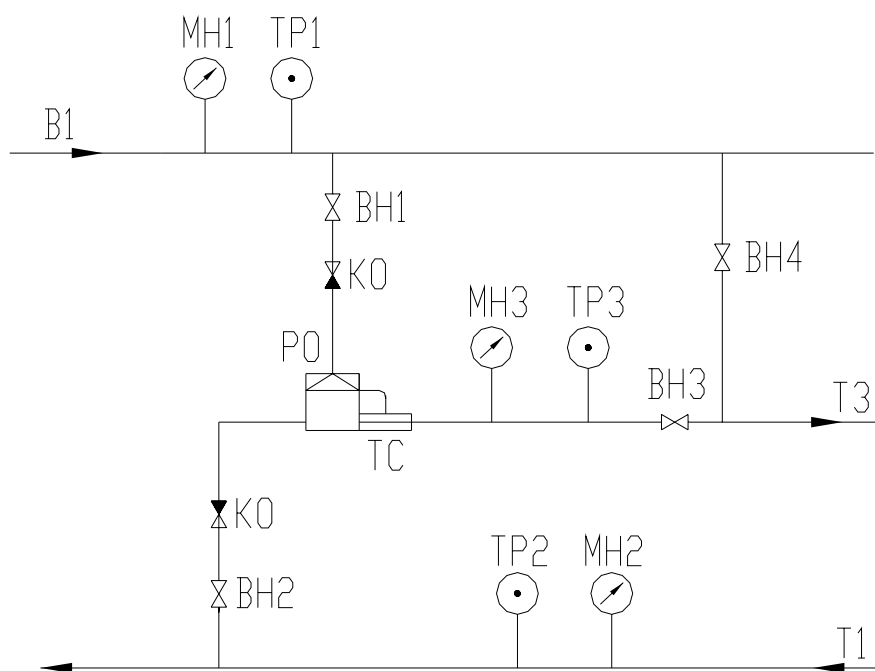

Рисунок 7
5.7.5. Рисунок 7. Установка регулятора в системе охлаждения технологического оборудования. Применен регулятор РТВЖ-К исполнения 4. С увеличением температуры увеличивается расход охлаждающей воды.